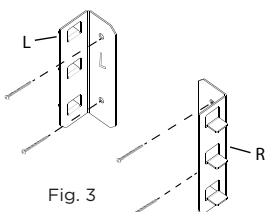

Fig. 3
6. Installez les supports verticaux sur le mur, en utilisant 2 ancrages de 10 x 50 mm et en les fixant avec 2 vis de 5,4 x 75 mm et 2 rondelles de 5,3 x 20 mm. (Fig. 3)